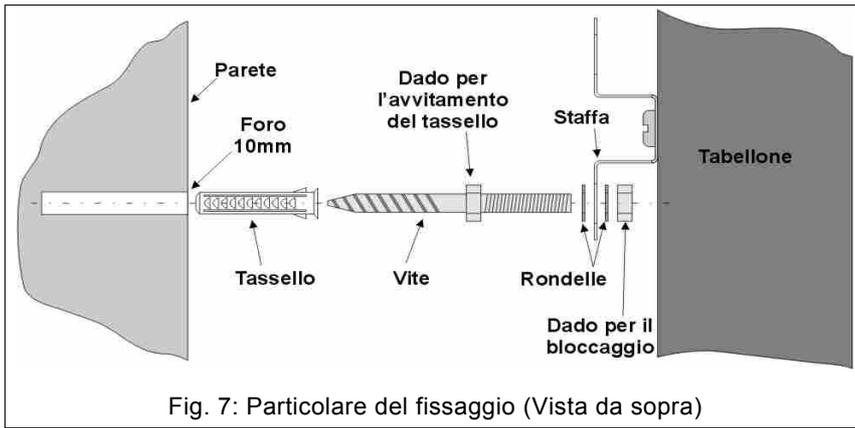

Fig. 7: Particolare del fissaggio (Vista da sopra)
2. In ognuno dei due fori, inserire il tassello e poi avvitare la vite, agendo sull'apposito dado con una chiave da 13 mm (Fig. 7); quindi infilare la rondella.